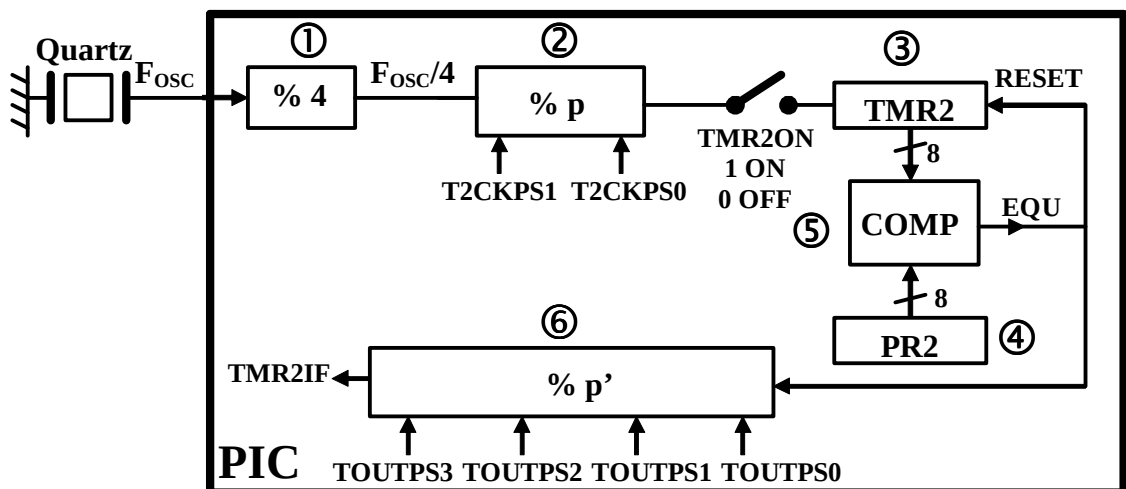

Figure VIII.86.
On va utiliser le schéma simplifié de la figure VIII.86. pour comprendre le fonctionnement du **TIMER2** et les bits qui y sont associés.
- remise à zéro (signal **RESET** de la figure VIII.86.) du registre **TMR2** : on redémarrera donc une nouvelle période de comptage à partir de 0x00, (cela revient à dire que quand **TMR2** atteint la valeur **VF**, au lieu de continuer à **VF+1** sur le tick d'horloge suivant, il passera à la valeur 0x00...)
- envoi d'une impulsion qui sera comptée par le post compteur **p'** (cf. ⑥).
La signification de ces bits a été expliquée sur la figure VIII.86. précédente et est résumée sur la figure VIII.88.